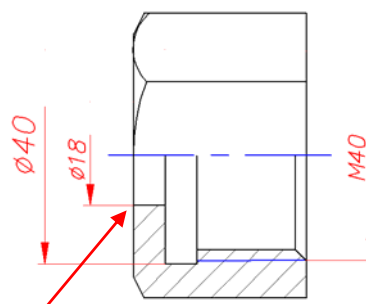

Рис. 5.18
Рассмотрим процедуру нанесения размера  $\varnothing 18$  с одной выносной линией и одной стрелкой (рис. 5.18).
**Ваш ответ:** Указать мышью точку начала первой выносной линии (рис. 5.18).